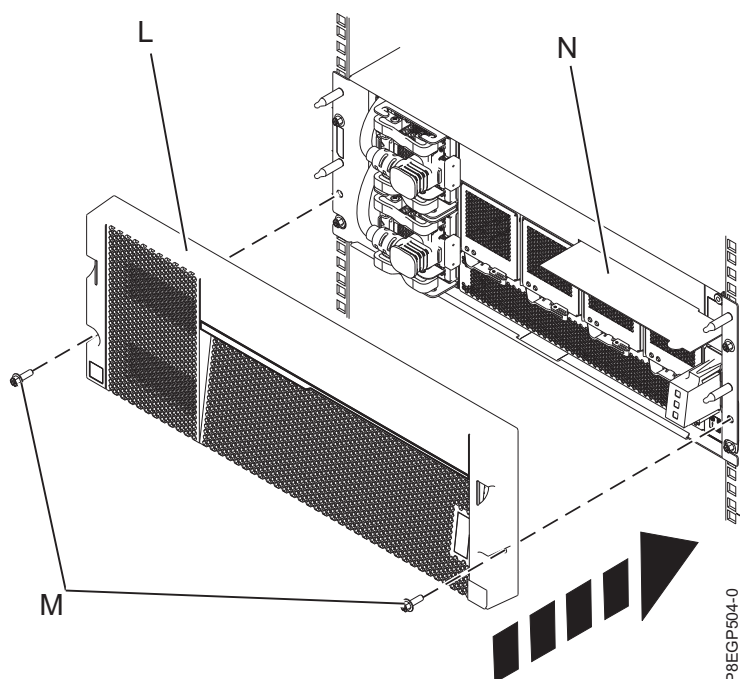

図 10. カバーおよびサービス情報カードの取り付け
- カバー (L) をドロワーに取り付けます。カバーを押して所定の位置に収めたら、2 本の M5 ねじ (M) を使用して、左右のレールに固定します。12 ページの図 10 を参照してください。
8. サービス情報カードをカバーのスロット (N) に挿入します。